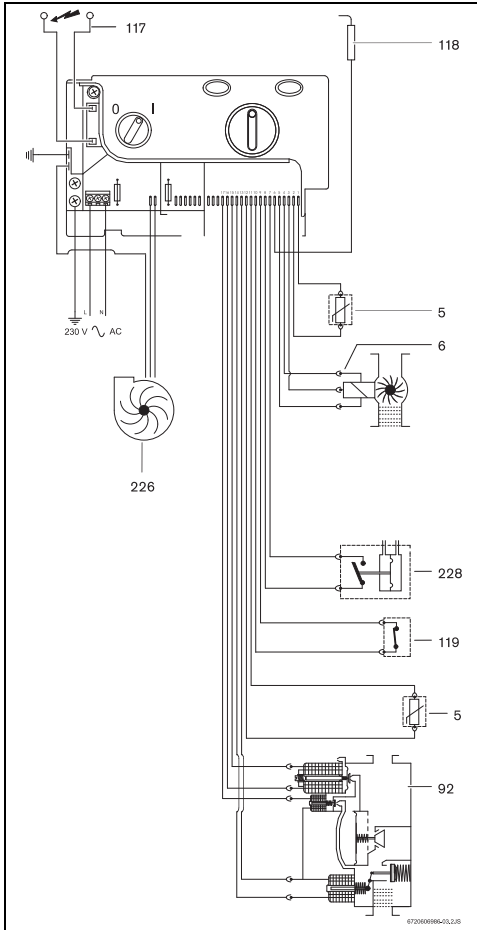

Fig. 3 Esquema eléctrico
Siempre que se abre un grifo de agua caliente, el sensor de caudal de agua (→Fig. 3, [6]) envía una señal a la unidad de mando. Esta señal provoca lo siguiente:
- Simultáneamente, empieza la producción de chispas y la llave del gas (→Fig. 3, [92]) se abre.
- El electrodo de ionización (→Fig. 3, [118]) supervisa el estado de la llama